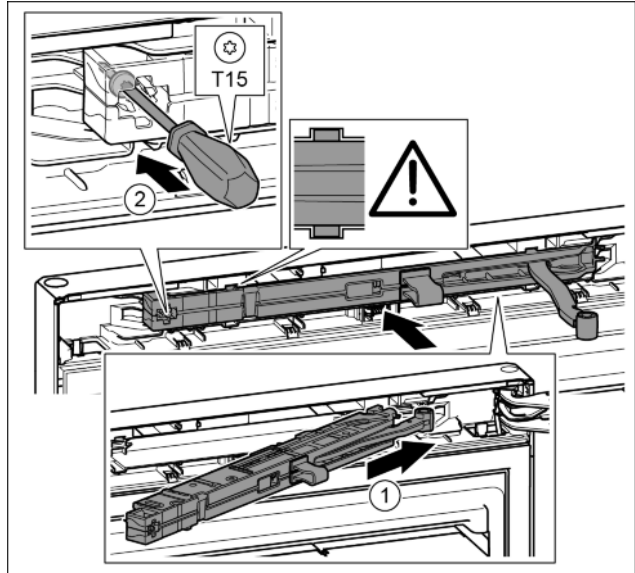

Fig. 21
- A csapágycsuklás oldaláról ferdén, ütközésig tolja be a záráscsillapító egységet a mélyedésbe. Fig. 21 (1)
- Húzza meg a csavart egy T15 csavarhúzóval. Fig. 21 (2)